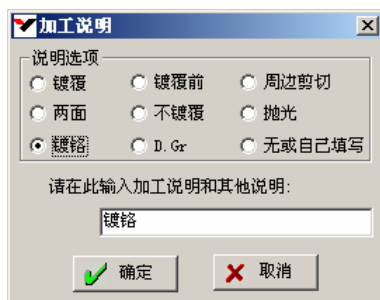

图 6-4 【加工说明】对话框
- [加工说明]：用来输入加工方法或其他的说 明文字，点取该项时，弹出【加工说明】对话框，如图6-4所示。